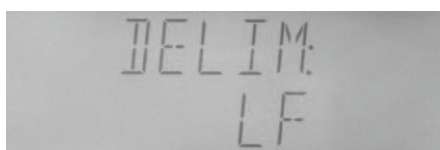

Figura 4-33 Selección del símbolo de finalización
- En la pantalla de configuración del sistema, seleccione "DELIM" mediante **▲** o **▼**, como se muestra en la figura 4-33.